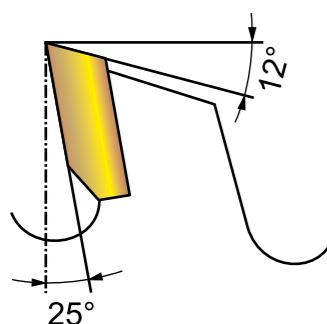

Рис. 1. Прямозаточенные зубья лесопильных пил
Для пиления подсушенной древесины целесообразно использовать пилы с различной формой зубьев (см. рис. 1, 2 и 3).
**Прямозаточенные зубья (рис. 1).** Этот тип зубьев используется для продольной распиловки древесины любой плотности. Может быть использован при высокой скорости подачи в случае стандартных требований к поверхности резания.